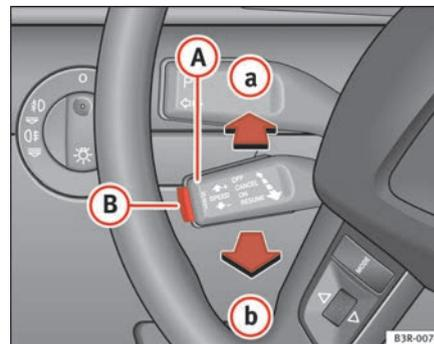

Fig. 144 Comandos do regulador de velocidade
- desloque a alavanca **A** ⇒ fig. 144 até à posição **a** (sem encaixar).